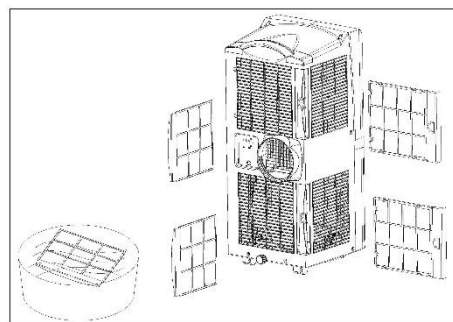

Fig. 6
- Veuillez nettoyer le filtre à poussière une fois toutes les deux semaines afin que le volume d'air reste constant. Veuillez nettoyer le filtre avec un détergent neutre et de l'eau à environ 40°C. Veuillez laver tous les résidus de détergent puis laissez sécher le filtre entièrement à l'air avant de le remettre en place sur l'appareil (fig. 6)